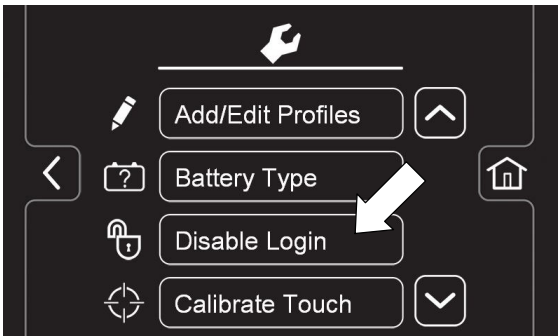

FIG. 153
- a.  Press the “Disable Login” button (Figure 153).